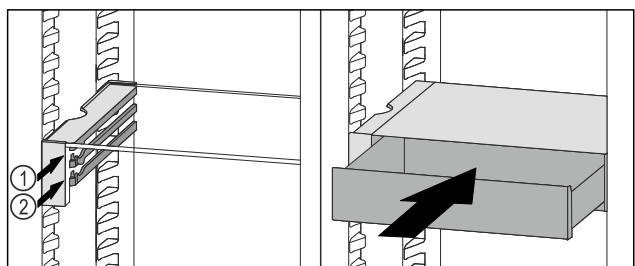

Fig. 126
- ▶ Coloque el cajón VarioSafe en la nervadura deseada Fig. 126 (1) o Fig. 126 (2) detrás de los topes.